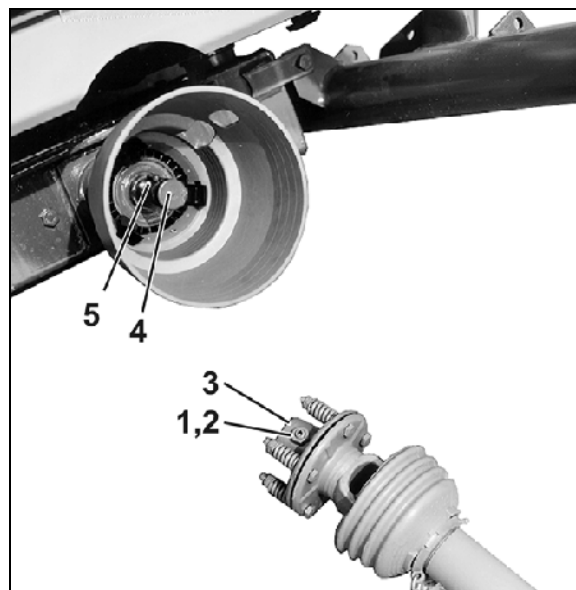

Fig. 27
Bei häufigem Abscheren der Scherschraube zwischen Anschlussgabel- und Getriebeeingangswellenflansch und bei Schleppern mit hart eingreifender Zapfwellenkupplung wird die Walterscheid-Gelenkwelle mit Reibkupplung empfohlen (Fig. 27).
7. Kontermutter (Fig. 27/1) in Anschlussgabel von Reibkupplung lösen (bis der Gewindestift nicht mehr nach außen über die Kontermutter hinausragt), Innensechskant-Gewindestift (Fig. 27/2) herausdrehen und prüfen, ob sich die Anschlussgabel leicht auf die Getriebewelle aufschieben lässt.
10. Anschlussgabel (Fig. 27/3) mit Fett bis zum Anschlag auf die Getriebeeingangswelle (Fig. 27/4) aufstecken.
Auf vollständige Überdeckung der Passfeder (Fig. 27/5) achten!
11. Spezialgelenkwelle gegen axiale Verschiebung sichern. Hierzu Gewindestift mit Innensechskantschlüssel fest anziehen und mit Mutter (Fig. 27/1) kontern.
1. Kontermutter (Fig. 27/1) in Anschlussgabel von Reibkupplung lösen. Gewindestift (Fig. 27/2) herausdrehen.